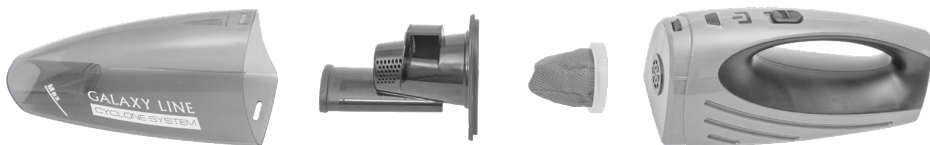

рис.1
6.1.2 Поместите фильтр из нетканого материала в пластиковый фильтр (рис.1).